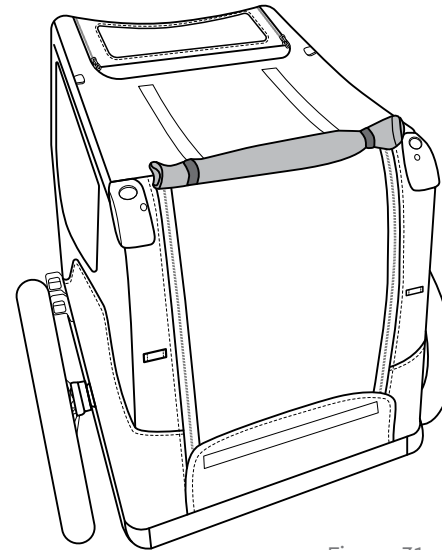

Figura 31
3. La cubierta de la puerta trasera del remolque se puede enrollar y fijar insertando los ganchos para colgar en las presillas reflectantes de la posición ③ (Figura 31).